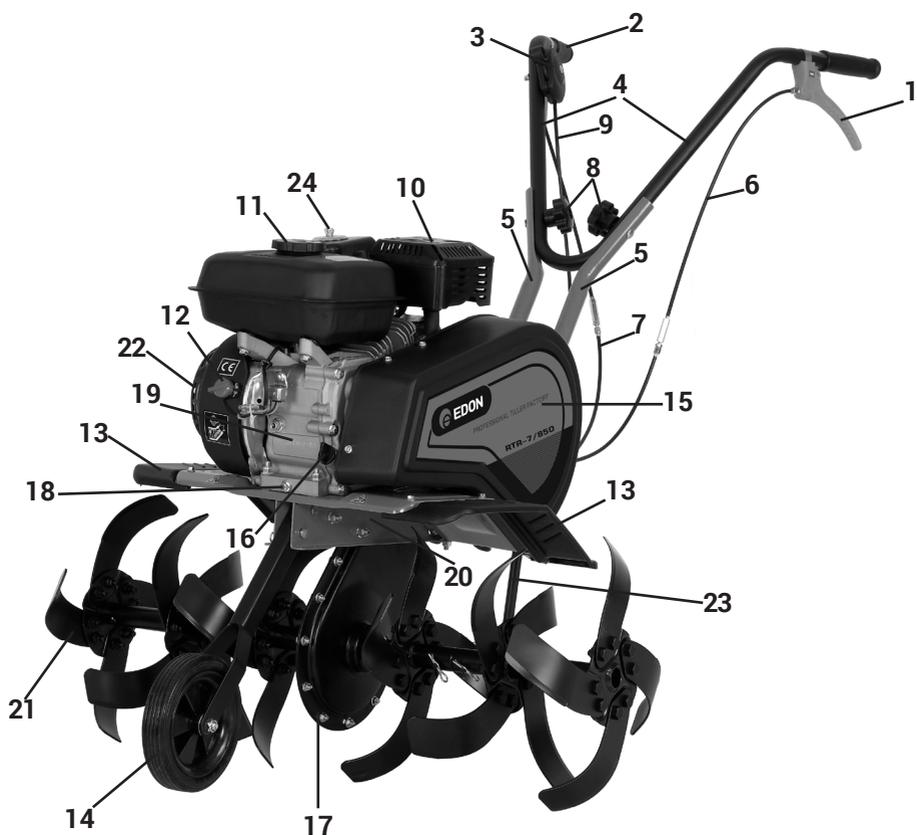

рис.1
Двигатель работает на неэтилированном бензине АИ-92. Он оснащён мембранным карбюратором и электронной системой зажигания. Для запуска двигателя служит ручной стартер. Органы управления культиватором (рычаги привода фрез для движения «вперёд» / «назад» и рычаг управления дроссельной заслонкой (рычаг газа) расположены на рукоятке управления (рис.1 поз.4). На двигателе находятся выключатель зажигания (положения «ON» и «OFF»), воздушная заслонка (положения «открыто» и «закрыто») и топливный кран (положения «ON» и «OFF»).
5. Общий вид культиватора представлен на рис. 1
Двигатель культиватора и передаточный механизм закреплены на раме (рис.1 поз.20). Коленчатый вал двигателя, расположенный горизонтально, передаёт крутящий момент, ремёнными передачами, на большой двуххручьевый шкив, закреплённый на ведущем валу с приводной звёздочкой цепи. Передача вращения с ведущего вала на приводной вал фрез осуществляется цепной передачей. При нажатии на один из рычагов управления приводом фрез (рис.1 поз.1 или 2), ролик прижимного механизма натягивает один из ремней и большой шкив с ведущим валом приводной звёздочки цепи начинает вращаться. Ведомая звёздочка с валом редуктора передаёт вращение на фрезы культиватора. При движении «вперёд» (нажат рычаг поз. 2 рис.1) фрезы культиватора производят обработку грунта. Движение «назад» (нажат рычаг поз.1 рис.1) применяется для отвода культиватора после обработки, при невозможности его разворота (мешают кусты, опоры, деревья).
- Установите верхнюю рукоятку управления на нижнюю, и используя болты с гайкой из комплекта крепежа прикрепите верхнюю рукоятку (рис.1 поз.4) с помощью гайки-барашка (рис.1 поз.8) как показано на рисунке 3.
- Раскрутите винтовое соединение рычага управления дроссельной заслонкой (рис.1 поз.3);
- Прикрепите трос управления дроссельной заслонкой (рис.1 поз.9) так, чтобы он располагался с внутренней стороны;
- Раскрутите винтовое соединение рычага привода фрез (рис.1 поз.1 и поз.2);
- Установите регулятор глубины вспашки (рис.1 поз.23) на раму культиватора;
- Выкрутите пробку-щуп (рис.1 поз.16) из маслозаливной горловины и залейте в картер масло необходимой марки до нижнего края горловины. Вставьте сухой чистый щуп в горловину картера и извлеките его. Проверьте уровень масла, граница смоченной области щупа должна располагаться между отметками минимального и максимального уровней.
- Открутите крышку топливного бака (рис.1 поз.11). Заливайте бензин в топливный бак не более чем на 1 см ниже уровня основания заливной горловины. Перед запуском двигателя тщательно протрите крышку бензобака, удалив возможные при заправке брызги топлива. Избегайте повторного или длительного контакта с кожей или вдыхания паров бензина.
Перед запуском убедитесь, что рычаги привода фрез (рис.1 поз.1 и 2) не нажаты.
- Перевести выключатель зажигания (рис.1 поз.12) в положение **ON** – включено.